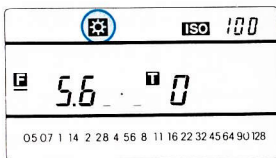

図15
1. モード切換えスイッチを定常光モード にセットしてください。(図15)